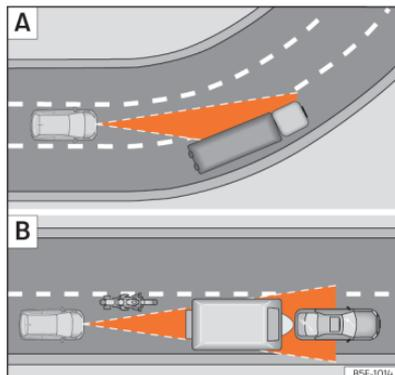

Fig. 119 A) Veículo numa curva. B) Motociclo que circula à frente, fora do raio de alcance do sensor de radar.
»» Fig. 119 [A].
- Veículos que circulem desalinhados ou fora da zona de deteção do sensor, por exemplo, motociclos »» Fig. 119 [B].